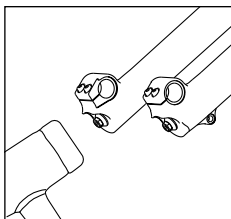

Fig. 2
3. Placez un récipient destiné à recevoir l'huile sous la fourche. Desserrez partiellement les boulons d'arbre à l'aide d'une clé hexagonale de 6 mm, donnez un coup sec sur les boulons avec un maillet à tête souple pour dégager les tiges des tubes inférieurs (voir Fig. 2) et retirez complètement les boulons.